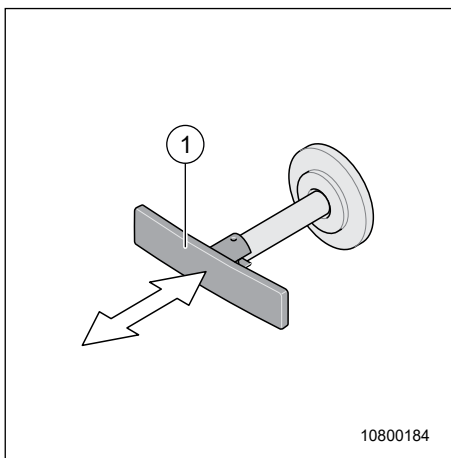

Fig. 134 Poignée de la vanne d'écoulement du réservoir à résidus
2. Tirer la poignée de la vanne d'écoulement (Fig. 134, pos. 1) jusqu'en butée. Le réservoir des eaux noires est maintenant ouvert.